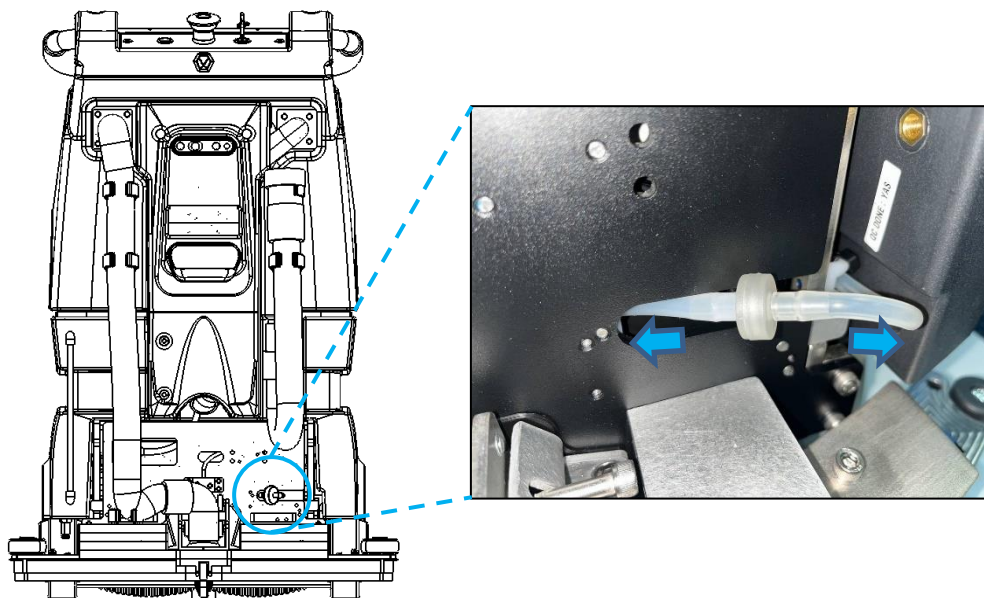

Fig. 2
OPMERKING: Het laadsysteem is geïsoleerd van de robot (Fig 2).
2. Koppel de leidingen aan beide uiteinden van het waterfilter los (Fig. 2).